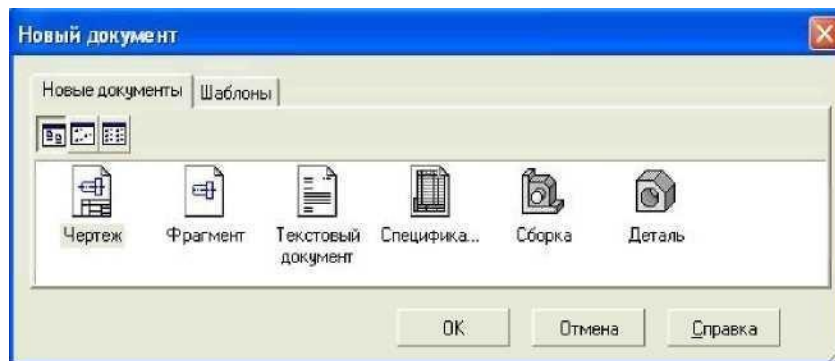

Рис.1.5.-Диалоговое окно для выбора типа
Создать или одновременно нажать сочетание клавиш **Ctrl+N**. После этого появится диалоговое окно **Новый документ** (рис. 1.5).
- 2) в появившемся диалоговом окне (рис. 1.5) щелкнуть мышью по пиктограмме документа, который нужно создать, - **Чертеж**.